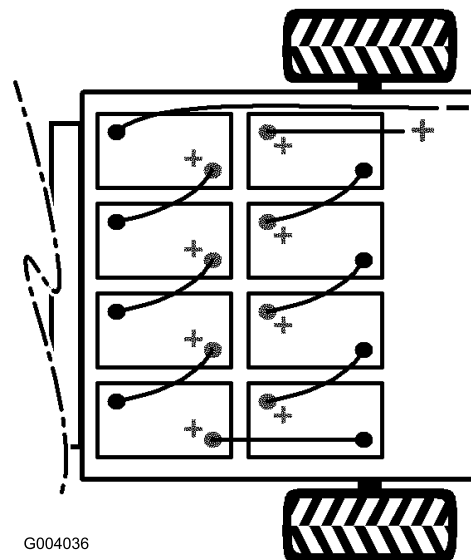

Figura 29
2. Desligue o fio negativo comprido e negro que liga os pólos das baterias ao veículo (Figura 29).
3. Desligue o fio positivo comprido e vermelho que liga os pólos das baterias ao veículo (Figura 29).
**Nota:** Obs.: Preste atenção à polaridade das baterias quando trocar de baterias (Figura 29).
9. Ligue as baterias umas às outras com os cabos próprios (gravura Figura 29).
10. Ligue o fio positivo comprido e vermelho das baterias ao veículo (Figura 29).
11. Ligue o fio negativo comprido e preto das baterias ao veículo (Figura 29).